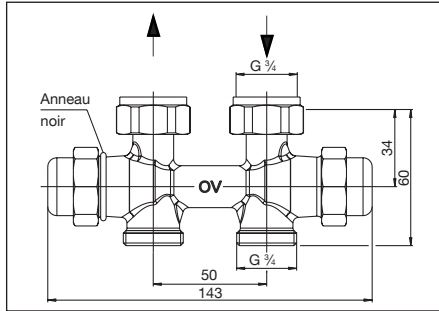
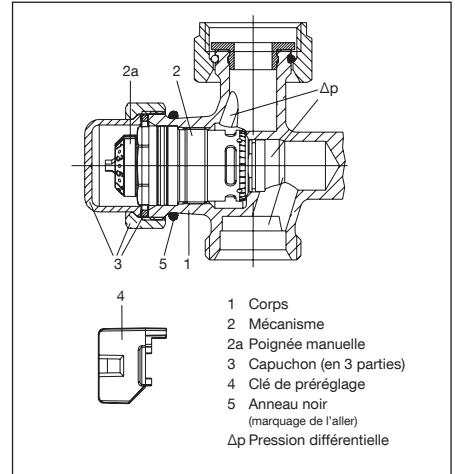
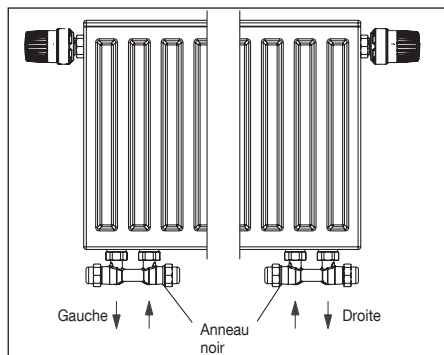

Fig. 3 Modèle droit
Fig. 5 Conception du régulateur de débit
Fig. 6 Affectation des raccordements du modèle équerre pour raccordement à gauche ou à droite
Le débit maximal peut être réglé à l'aide de la clé de pré-réglage (pos. 4, fig. 5) (voir paragraphe 6.2.1).
Avec l'appareil de mesure raccordé, la pression différentielle disponible au corps de robinet est mesurée. Pour ce faire, dévisser le capuchon (pos. 3, fig. 5). Démontez ensuite le mécanisme (pos. 2, fig. 5) à l'aide du «Demo-Bloc» et effectuez une mesure avec la tige pour mesurer la pression différentielle. Dès que la pression différentielle mesurée atteint un niveau supérieur ou égal à la pression différentielle Δp_{\min} (voir 4.1), elle est assez élevée pour permettre la régulation automatique du débit par le raccord. Revisser ensuite le mécanisme dans le corps et contrôler l'étanchéité de tous les points de raccordement.
Il est impératif de respecter la position de l'aller et du retour pour garantir que le fluide circule dans le bon sens (voir fig. 3, 4 et 6). L'aller doit être raccordé au côté du régulateur de débit marqué d'un anneau noir (pos. 5, fig. 5). Le modèle équerre est disponible pour raccordement à gauche et à droite (affectation des raccordements voir fig. 6).
2. Dévisser le mécanisme «QA» (pos. 2, fig. 5) et le mécanisme d'arrêt «Combi LR» à l'opposé à l'aide d'une clé de 19 mm.
4. Démonter l'anneau noir (pos. 5, fig. 5) pour le marquage du raccordement pour l'aller et le monter sur le côté opposé du raccord (mécanisme «QA»).
Lors du montage, veiller à la pose parallèle et sans contraintes de la tuyauterie. Il est impératif de respecter la position de l'aller et du retour pour garantir que le fluide circule dans le bon sens. L'aller doit être raccordé au côté du raccord marqué d'un anneau noir (pos. 5, fig. 5).
Démonter le capuchon sur le côté aller (marqué d'un anneau noir, pos. 5, fig. 5).
Procéder au préréglage selon la valeur souhaitée à l'aide de la clé de préréglage (pos. 4, fig. 5). Le préréglage ne peut être effectué qu'à l'aide de la clé de préréglage fournie qui est montée sur la poignée manuelle (pos. 2a, fig. 5). Cela évite tout risque de dérèglement de la valeur réglée par des personnes non autorisées.
1. Démontez le capuchon sur le côté aller (marqué d'un anneau noir, pos. 5, fig. 5).
Dévisser le mécanisme (pos. 2, fig. 5) du corps (pos. 1, fig. 5) à l'aide de l'outil spécial «Demo-Bloc» sans vidanger l'installation.